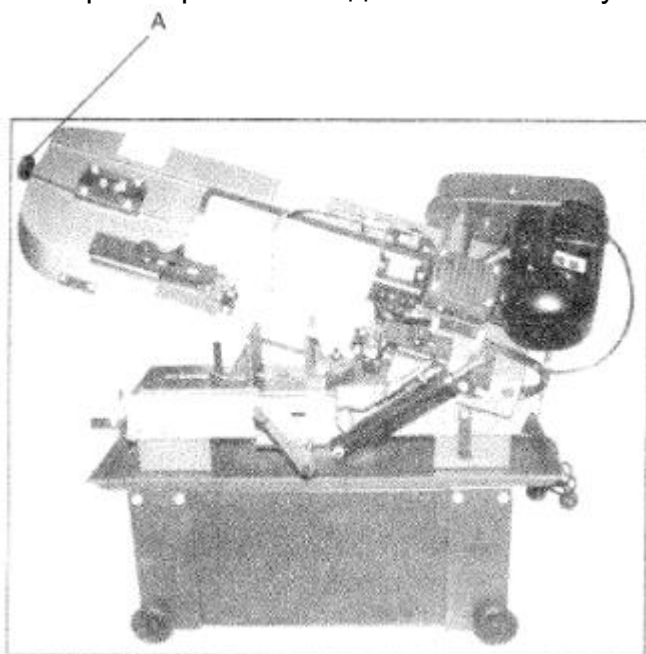

Рис. 9
3. Повернуть регулятор натяжения (А на рис. 9) от $1 \frac{3}{4}$ до 2 оборотов по часовой стрелке.